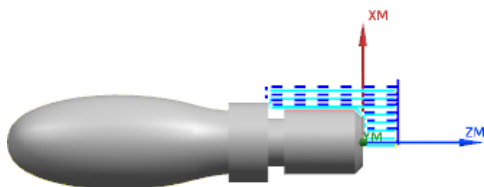

图 4.17 刀路轨迹
Step1. 单击“粗车 OD”对话框中的“生成”按钮 , 生成刀路轨迹如图 4.17 所示。